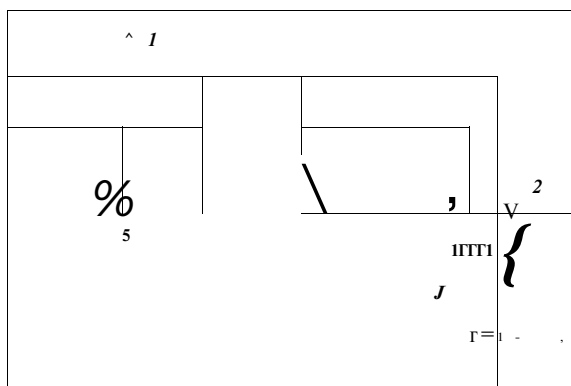

Рис. 15-1. Схема компрессионной холодильной машины:
**Компрессорные холодильные машины (рис. 15-1).** Эти машины состоят из следующих основных частей: испарителя, конденсатора, компрессора и регулирующего вентиля.